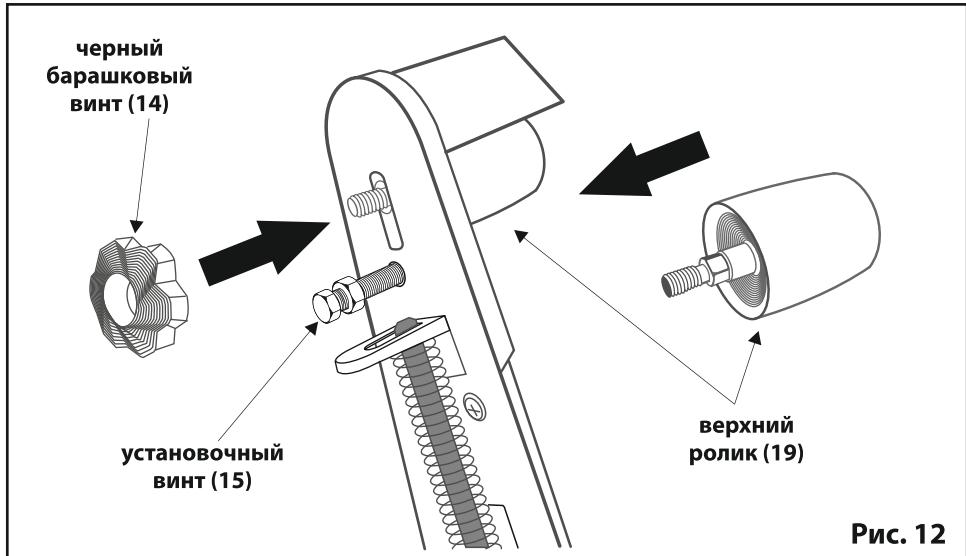

Рис. 12
- После того, как вы собрали и слегка зафиксировали ролик ручкой блокировки (черным барашковым винтом) (14), оденьте ленту и зафиксируйте ролик барашковым винтом (14) до конца. Рукой вращайте ленту сверху вниз. Как правило, лента будет сползать вправо. В этом случае слегка отпустив барашковый винт (14) начинайте закручивать установочный винт (15). Таким образом вы будете регулировать угол наклона ролика(19). Рис.12.
- Зажмите барашковый винт (14). Опять прокрутите ленту рукой. В случае, если лента опять сползает вправо, повторяйте процедуру до достижения необходимого результата.